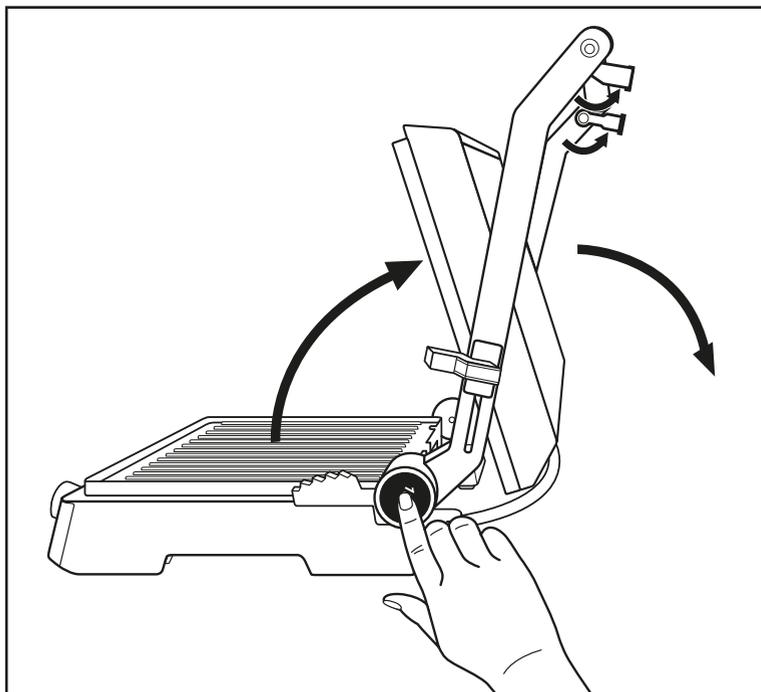

Abb. 1
- 1) Klappen Sie die beiden Stützfüße **1** aus (Abb. 1).
- 2) Drücken Sie die Entriegelungstaste 180° **4** (Abb. 1) und öffnen Sie den Gerätedeckel so weit, dass beide Heizplatten **10** als Tischgrill benutzt werden können.